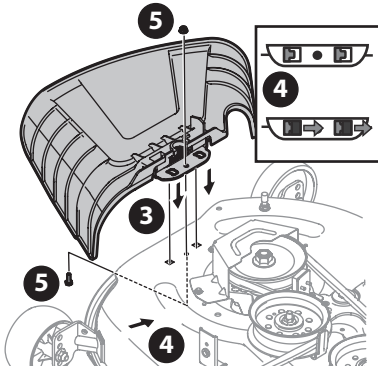

Figure 7
- Placez le déflecteur d'éjection sur le plateau de coupe en insérant les pattes du déflecteur d'éjection dans les trous du plateau de coupe (Figure 7).
- Glissez le déflecteur d'éjection vers l'arrière de l'appareil jusqu'à ce que le trou du boulon sur le déflecteur d'éjection s'aligne avec le trou du plateau de coupe (Figure 7).
- Fixez le déflecteur d'éjection avec l'écrou autobloquant à bride et le boulon hexagonal retirés à l'étape 2. Serrez à un couple de 102-124 po-lb (12 à 14 N-m) (Figure 7). Passez à la sous-section Réglage des roues du plateau de coupe (si équipé).